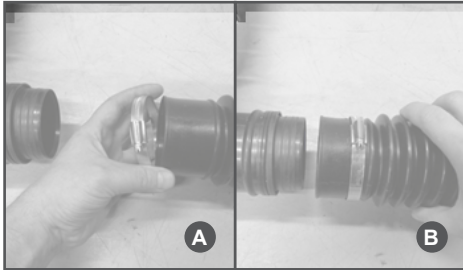

Рис. 4 Установка гибкой трубы
1. Наденьте на конец гибкой трубы с большим диаметром червячный хомут (Рис. 4А) и наденьте гибкую трубу с установленным хомутом на выходной патрубок корпуса опрыскивателя (Рис. 4В). Затяните хомут.